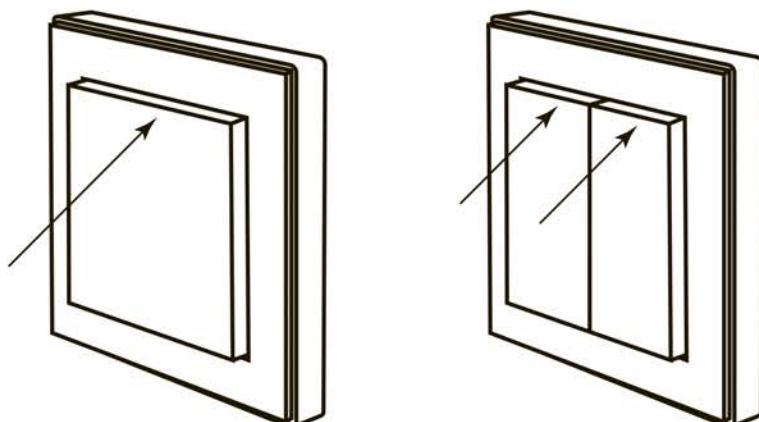

Рисунок 6. Подключение радиовыключателей PB1, PB2 к приемнику M1
радиовыключателей) из линейки «Уютный дом» - рисунок 6.
- Для подключения радиовыключателя PB1 к приемнику необходимо нажать в этот промежуток времени на кнопку «включение» (верхняя часть клавиши радиовыключателя) (рисунок 6).
- Для подключения PB2 необходимо нажать на кнопку «включение» того канала, к которому необходимо подключить приемник (рисунок 6).